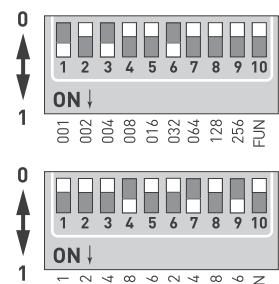

Рисунок 2. DIP-переключатели
- 3.7. Установите DMX-адрес декодера при помощи DIP-переключателей, расположенных на корпусе декодера (см. рис. 2). Каждый декодер использует 1 DMX-адрес. Адрес равен сумме чисел, соответствующих включенным DIP-переключателям 1-9. Максимальным значением адреса является 511.